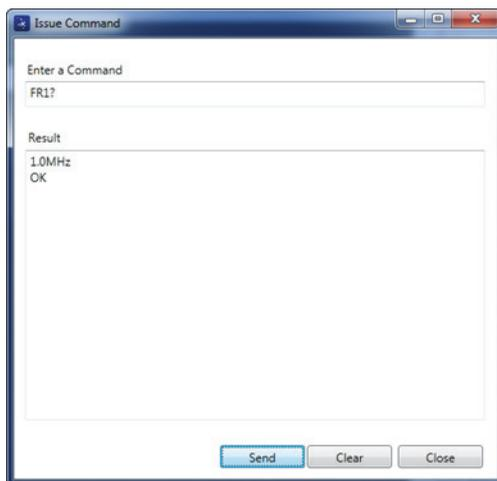

Рис. 6-18 Окно Подача команды
Открывается диалоговое окно **Issue Command** [Подача команды] (см. Рис. 6-18 на стр. 330).
2. В диалоговом окне **Issue Command** введите команду (см. Рис. 6-18 на стр. 330).
3. В диалоговом окне **Issue Command** (Подача команды) нажмите **Send** (Отправить) [см. Рис. 6-18 на стр. 330].